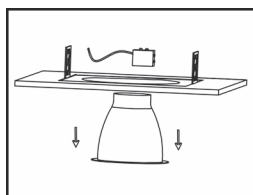

Fig. 1
- 2.) Enlever les lampes et les garnitures existantes. (**Figure 1**)